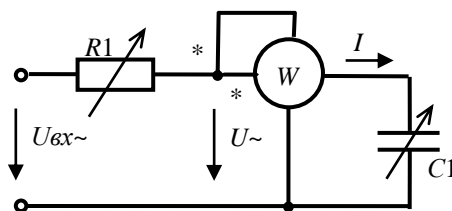

Рис. 6. Схема цепи переменного тока для исследования свойств конденсатора.
7. Соберите цепь в соответствии с рис.6, установив емкость конденсатора $C1$ в диапазоне $2...10$ мкФ. Представьте цепь преподавателю для проверки.